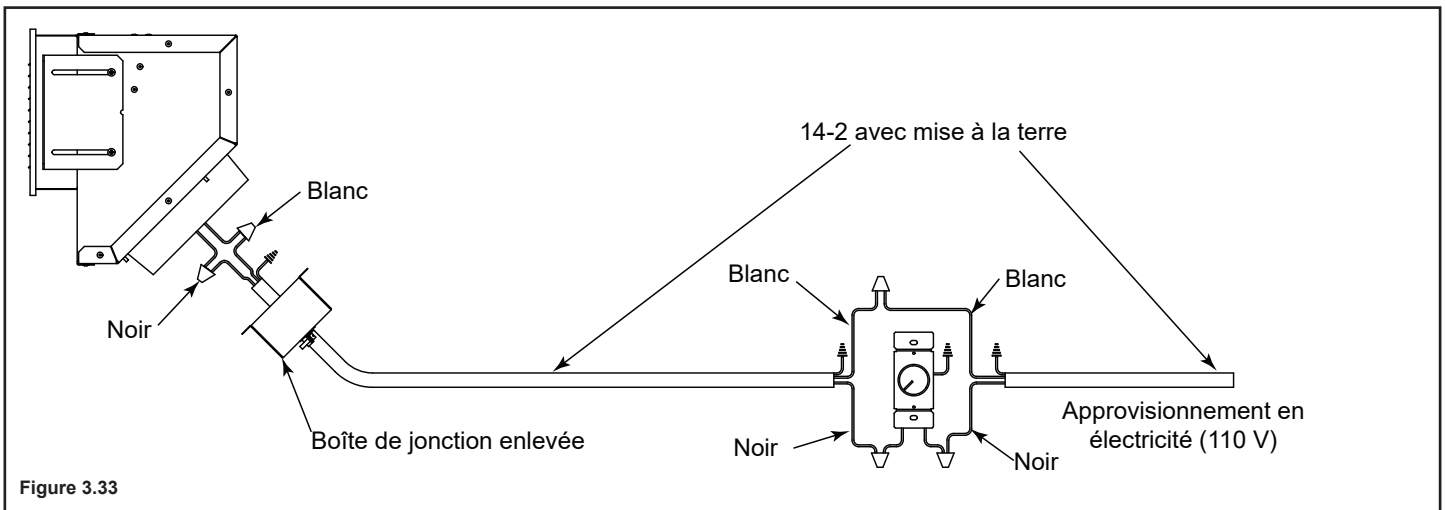

Figure 3.33
- Retirez la boîte de jonction. Connectez le fil 110 V CA de service AU rhéostat mural et DU rhéostat mural vers la boîte de connexion du ventilateur. Utilisez les capuchons de connexions pour fixer les fils de service 110 V CA au fil chaud (noir) et neutre (blanc) du ventilateur et vissez le fil de mise à la terre 110 V CA à la boîte de connexion. Voir la figure 3.33.